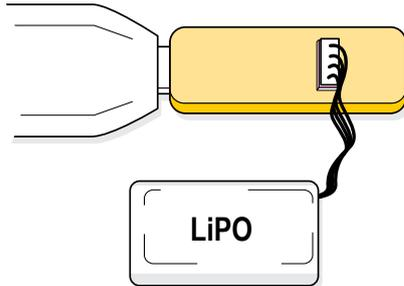

Abb. 2
1. Verbinden Sie das mitgelieferte USB-LiPo-Ladegerät (18) mit einem geeigneten Adapter.
3. Schließen Sie den Flugakku (15) mit der richtigen Polung an die Ladebuchse (17) an. Beachten Sie hierzu die Steckerkontur. Wenn der Akku nicht defekt ist (hohe Ohmwerte/unterbrochen) und die Steckdose mit Spannung versorgt wird, beginnt der Ladevorgang. Siehe [Abb. 2].